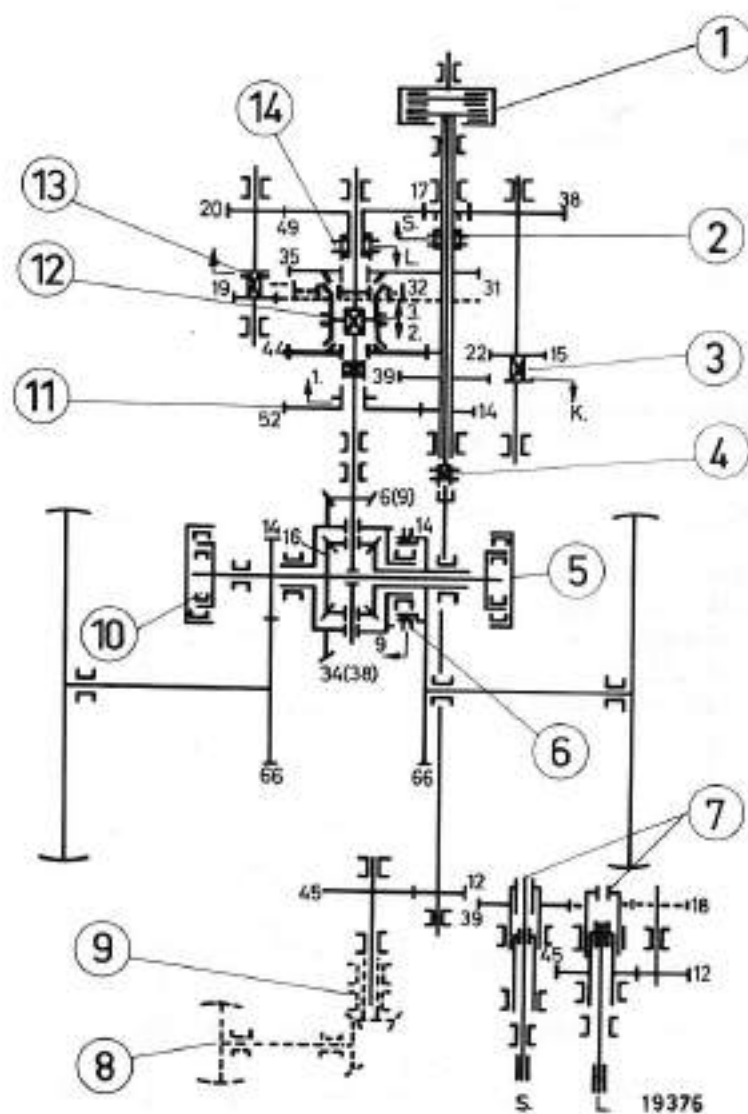

Figure 5
12. Commande du 2ème et 3ème rapports synchronisés (Figure 5)